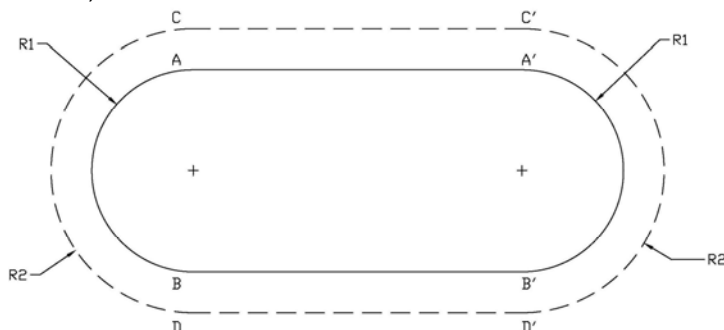

Figure 1.1
- * Marquez l'emplacement de votre piscine et la ligne d'excavation en vous référant à la figure 1.1 et aux dimensions correspondantes à votre piscine (Voir tableau).